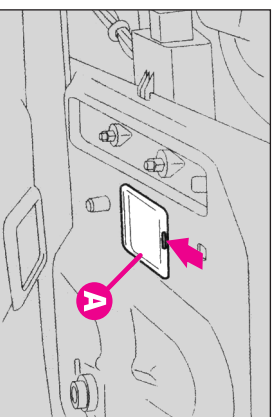

fig.64
-Îndepărtați capacul din plastic transparent (A-fig. 64) și scoateți becul folosind o șurubelniță.